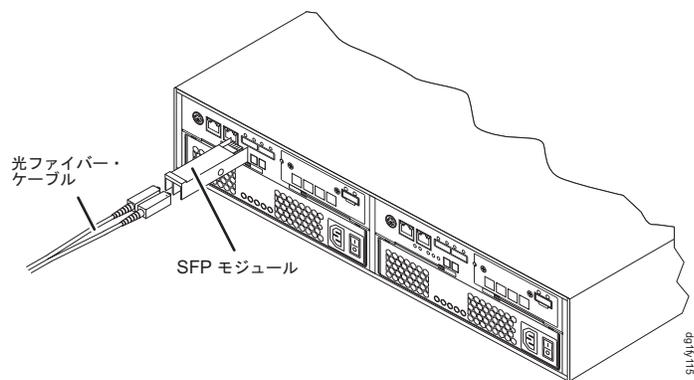

図 3-9. SFP モジュールのホスト・ポートへの取り付け
4. 所定の位置に確実に収まるまで、SFP モジュールをホスト・ポートに挿入します。3-9 ページの図 3-9 を参照してください。